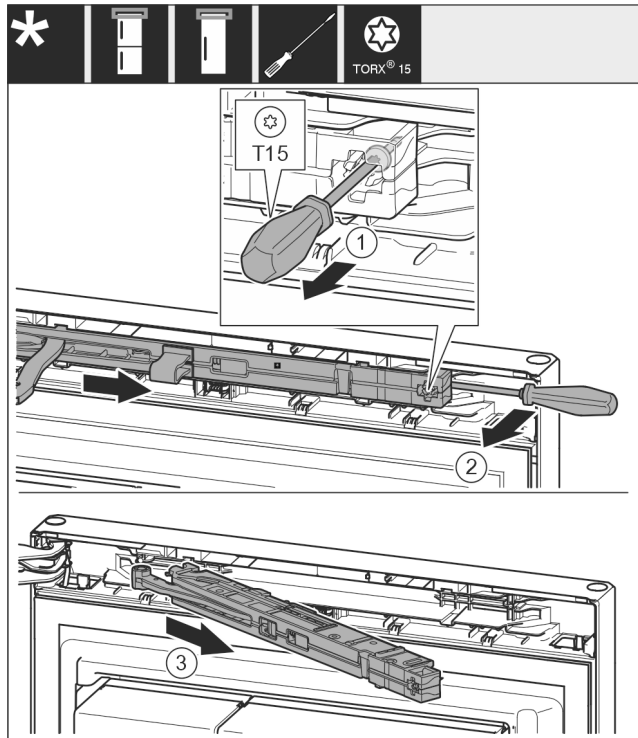

Fig. 11
- ▶ Schraube an Schließdämpfereinheit mit Schraubendreher T15 ca. 14 mm lösen. Fig. 11 (1)
- ▶ Mit einem Schraubendreher griffseitig hinter die Schließdämpfereinheit fahren und Einheit nach vorne drehen. Fig. 11 (2)
- ▶ Schließdämpfereinheit herausziehen. Fig. 11 (3)